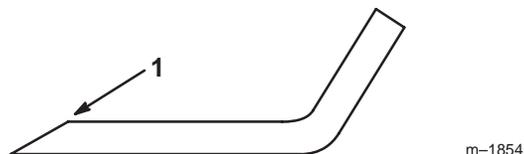

Figure 28
1. Au moyen d'une lime, aiguiser les tranchants aux deux extrémités de la lame (Fig. 28) en veillant à conserver l'angle de coupe d'origine. Limez la même quantité de métal sur chacun des deux tranchants pour ne pas déséquilibrer la lame.